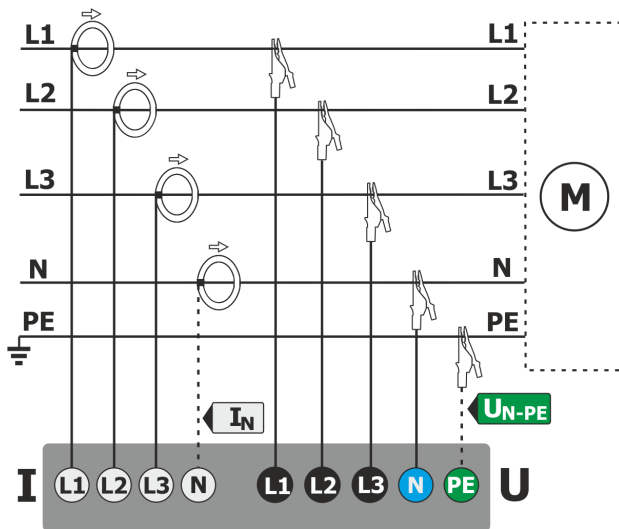

Fig. 60. Esquema de conexión - sistema trifásico de 4 hilos, trifásico de 4 hilos sin U L2 (2½ elementos).
- sistema trifásico de 4 hilos, trifásico de 4 hilos (sin U L2) (Fig. 60),
*Para calcular correctamente la potencia aparente total S_e y el factor de potencia total PF en el sistema trifásico con 4 conductores, es necesaria la medición de corriente en el conductor neutro. En tal caso siempre es necesario activar la opción **Registrar la corriente en el conductor N** y conectar cuatro pinzas como se muestra en la Fig. 60. Más información sobre la potencia aparente total S_e se puede encontrar en el documento "Calidad de alimentación – manual".*